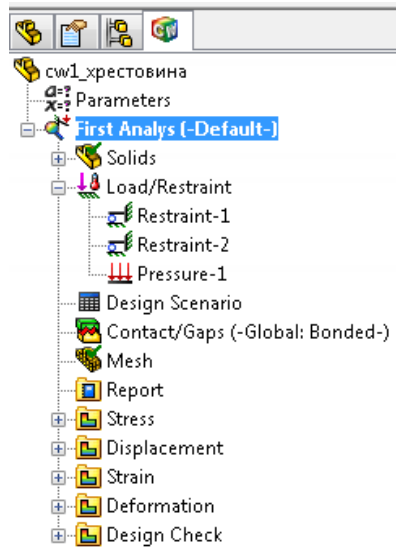

Рис. 1.24. Результати розрахунку
15. У випадку вдалих розрахунків видається повідомлення **Static analysis completed** (Статичний аналіз виконаний). У Менеджері з'являються папки **Stress** (Напряження), **Displacement** (Перемещение), **Strain** (Деформація), **Deformation** (Деформированный вид), **Design Check** (Проверка прочности) – рис. 1.24.